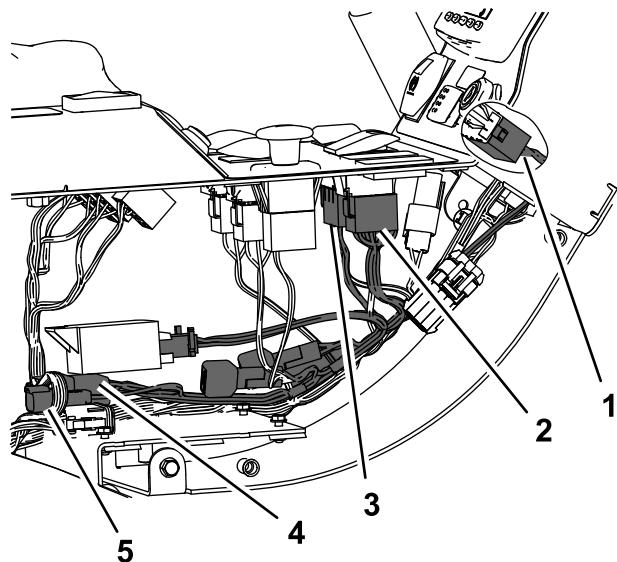

図5
- 新しいワイヤハーネスを、ハザードスイッチ、方向指示器スイッチ、補助ブレーキスイッチに取り付ける図5。
- ワイヤハーネスを、コンソール内にある車両用メインワイヤハーネスに接続する図5。